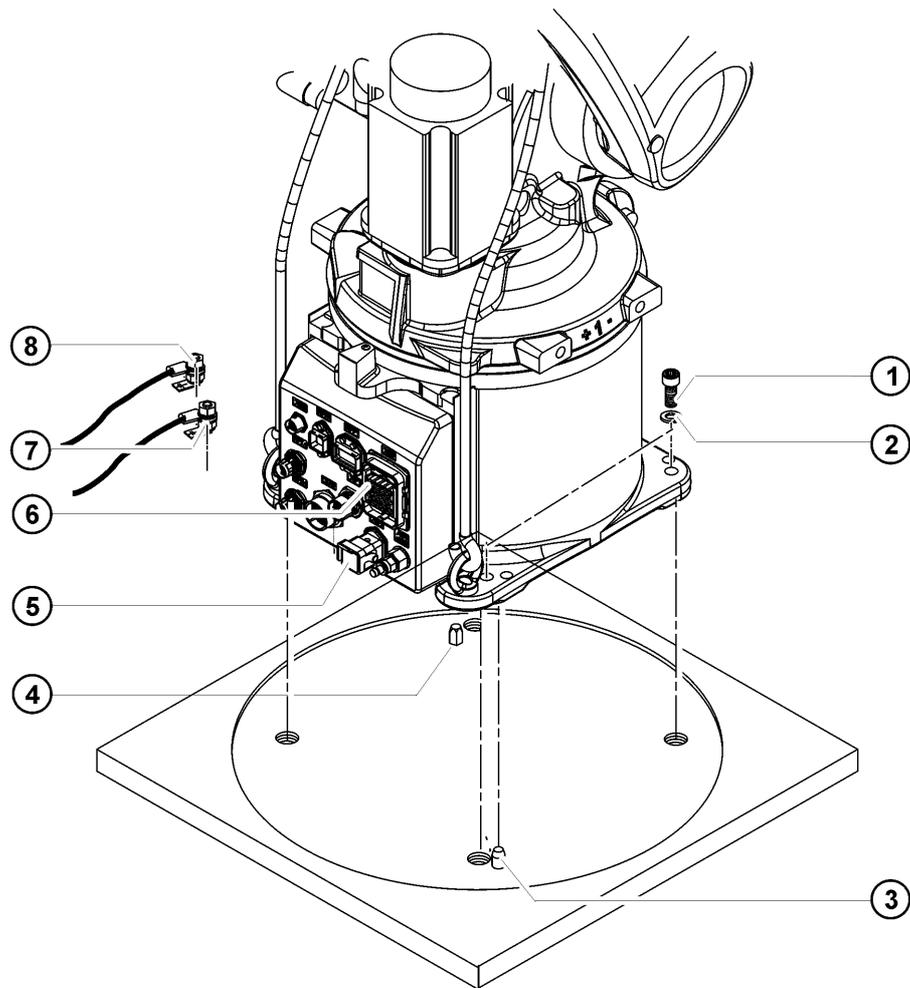

Fig. 11-2: Démontage du robot
7. Déconnecter et retirer les connecteurs du câble moteur et du câble de données (>>> Fig. 11-2).